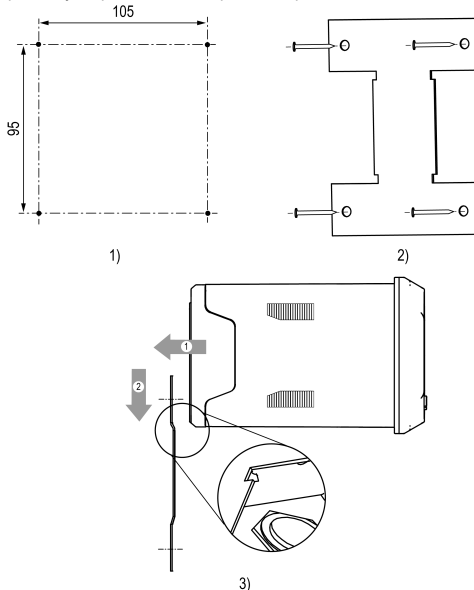

Рисунок 4 – Монтаж прибора на стену
- Разметить отверстия на стене для крепления кронштейна (см. *рисунок 4, 1*).
- Прикрутить к стене кронштейн саморезами (см. *рисунок 4, 2*).
- Совместить прибор и выступающие плоскости кронштейна. Надвинуть прибор на кронштейн до упора (см. *рисунок 4, 3*).